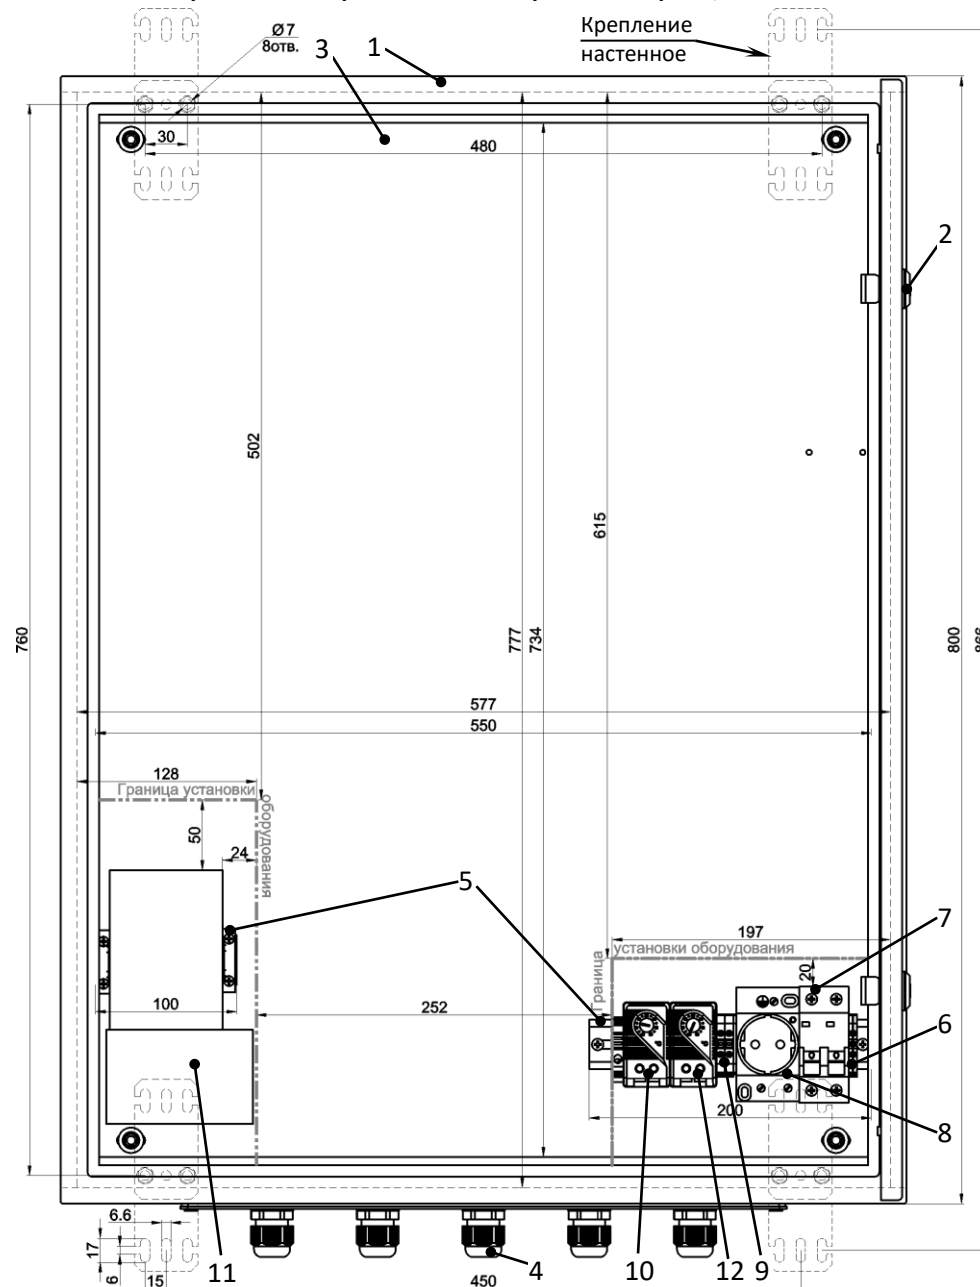

Рисунок 1 – Устройство шкафа
3. Комплектация (см. рисунок 1)